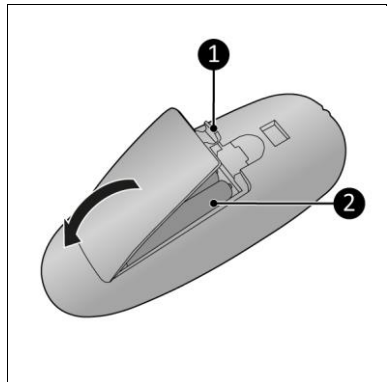

Figure 9
1. Tirez la lèvre (Figure 9, pos. 1) et retirez le couvercle (Figure 9).
3. Insérez deux piles (AAA 1,5 V) comme indiqué dans le compartiment à piles. Veillez à insérer les piles correctement (Figure 9, pos. 2).